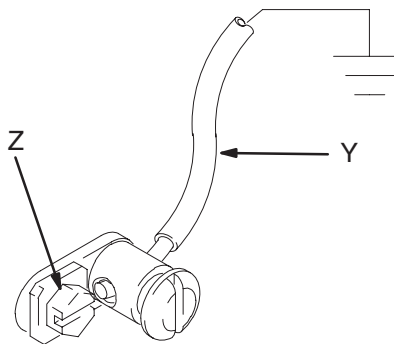

Fig. 1
- *Pumpe:* Bruk en jordledning og klemme slik som vist i Fig. 1.
Pumpen jordes ved å ta av jordingsskruen (Z) og stikke den gjennom koplingsøyet i enden av jordledningen (Y). Fest jordingsskruen på pumpen igjen og trekk den godt til. Jordledningens andre ende koples til en god jordforbindelse. Se Fig. 1. *Bestillingsnummer for jordingsledning og klemme er 222011.*